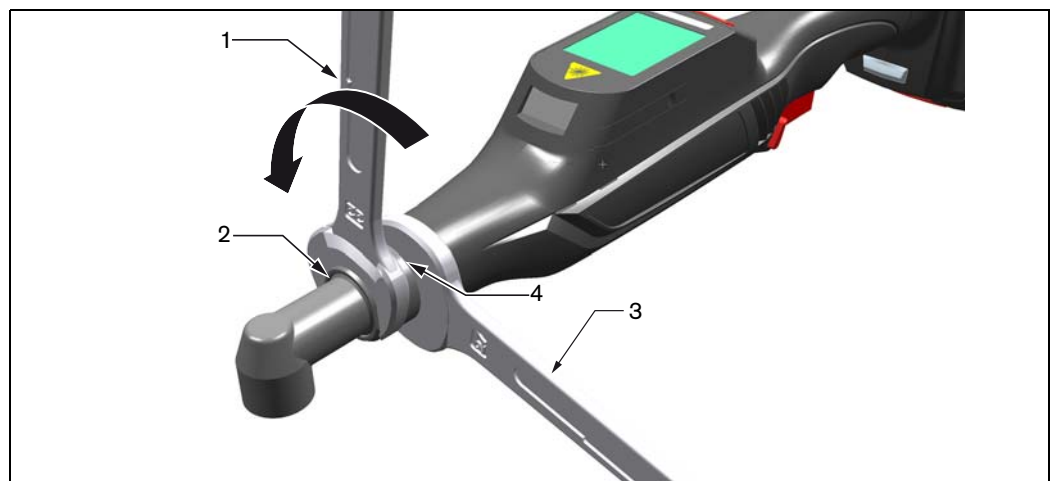

Bild 4-1: Winkelkopf lösen
1. Halten Sie den Handschrauber mit dem Gabelschlüssel 3 an der Schlüsselfläche 4 des Winkelkopfflansches fest (siehe Bild 4-1).
2. Lösen Sie mit dem Gabelschlüssel 1 an der Schlüsselfläche 2 die Überwurfmutter (siehe Bild 4-1).